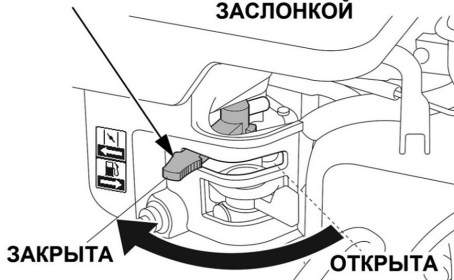

Рис. 18. Рычаг управления воздушной заслонкой
2. Закройте воздушную заслонку карбюратора. Для этого переведите рычаг управления воздушной заслонкой в крайнее левое положение (Рис. 18).